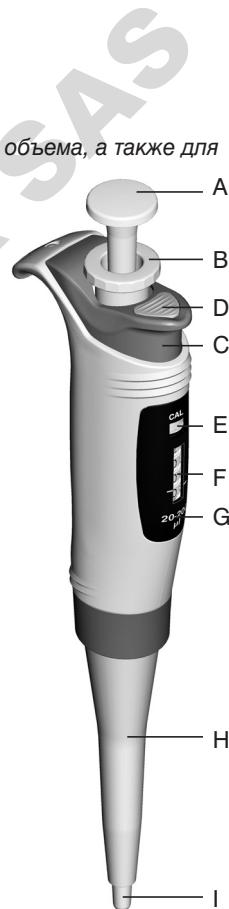
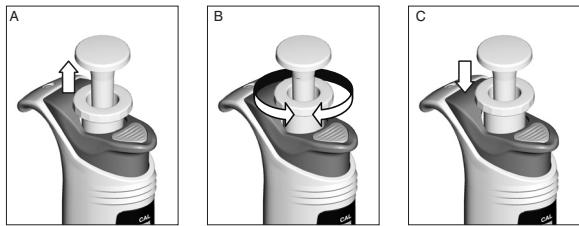

Рис. 1
Рис. 2
Пипетки оснащены четырехразрядным счетчиком, показывающим отмеренный объем, а установка объема производится при помощи установочного колеса (рис. 1В). Конструкция пипетки позволяет блокировать установленный объем.
Объем пипеток идентифицируется цветом надписи Золотника калибрационный (рис. 1Е) и Заглушке (рис. 1D) в зависимости от использованного типа наконечников.
Установка объема производится при помощи установочного кольца (рис. 1В).
Изменение объема возможно после установки кольца в верхнем положении (рис. 2А и 2В).
После установки требуемого объема, кольцо (рис. 1В) необходимо переместить вниз для предотвращения случайного изменения значения объема (рис. 2С).
- Если требуемый объем является меньше, чем установлен на счетчике, следует уменьшить показания счетчика до нужной величины. Перед достижением требуемого объема нужно уменьшить скорость вращения установочного кольца (рис. 1В), чтобы случайно не перейти за нужную величину (рис. 3).
- Если требуемый объем является больше, чем установлен на счетчике, следует увеличить показания счетчика до величины превышающей требуемый объем примерно на 1/3 оборота нижнего кольца. Далее, медленно вращая установочное кольцо (рис. 1В), уменьшить установку до требуемого значения (рис. 3).
После установки требуемого объема, кольцо (рис. 1В) необходимо переместить вниз для блокирования установки значения объема (рис. 2С).
ВНИМАНИЕ: калибровочный золотник (рис. 1Е), расположенный над счетчиком, должен находиться в нижнем положении. В противном случае, каждое изменение объема будет приводить к раскалировке пипетки.